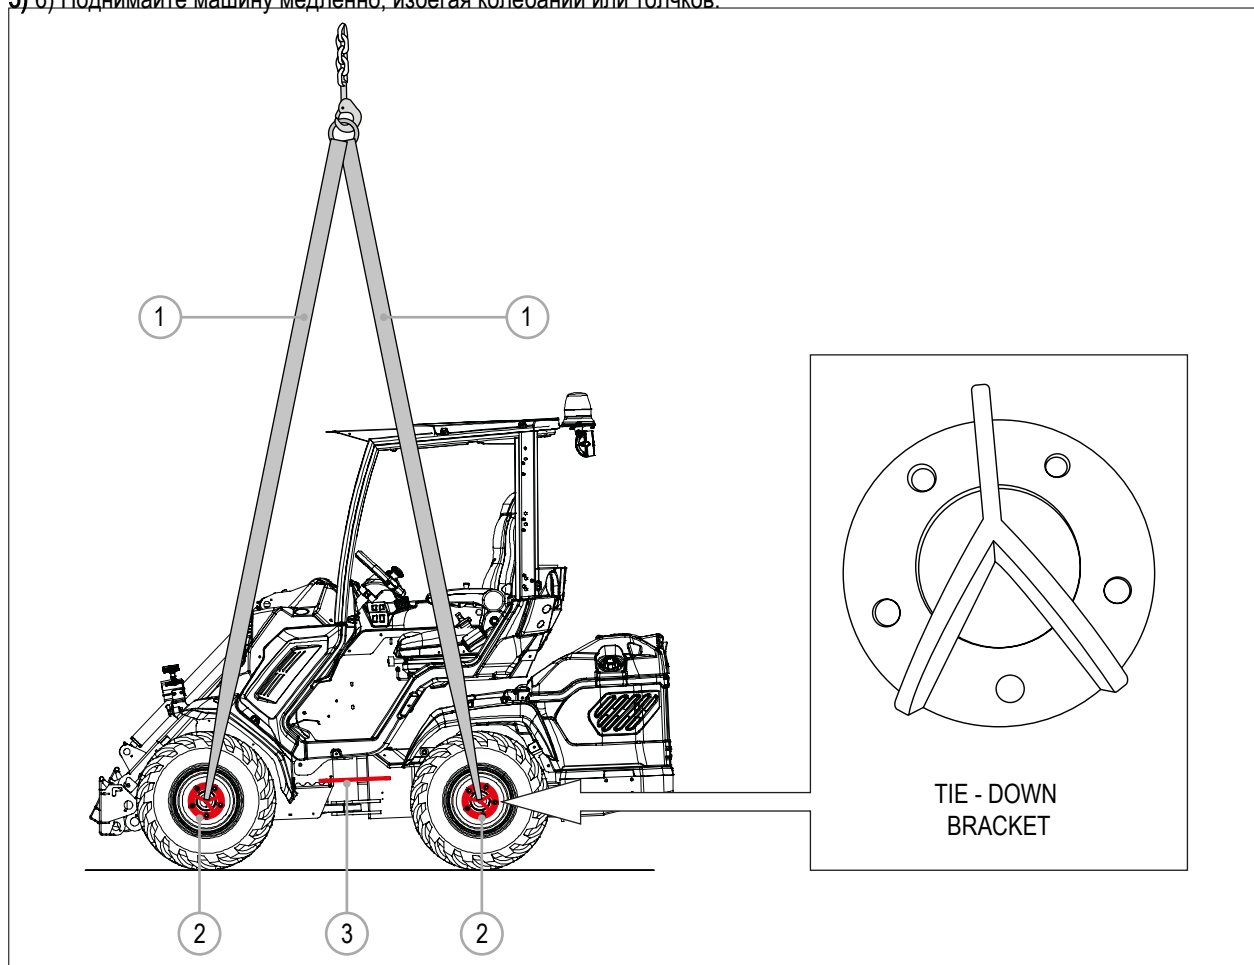

РИС. 21
ОБЯЗАТЕЛЬНО УСТАНОВИТЕ КРОНШТЕЙН ЗАМКА РУЛЕВОГО УПРАВЛЕНИЯ (См. Пар. 5.2.1) ПЕРЕД ПОДЪЕМОМ МАШИНЫ. НЕОБХОДИМО УСТАНОВИТЬ КРЕПЕЖНЫЕ СКОБЫ (ДОСТУПНЫ В КАЧЕСТВЕ ОПЦИИ) НА КАЖДЫЙ КОЛЕСНЫЙ ДИСК МАШИНЫ (См. РИС. 21).
- 2) Вставьте кронштейн блокировки рулевого управления (РИС. 21 - Сс. 3) (см. пар. 5.2.1).
- 3) Зацепите подъемные стропы (РИС. 21 - Сс. 1) за крепежные скобы на передних и задних колесах (РИС. 21 - Сс. 2).